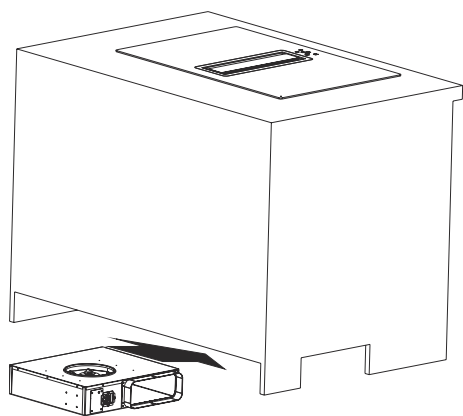

Abb. 12
8. Die Motorbox in den Sockelbereich platzieren (Abb. 12).